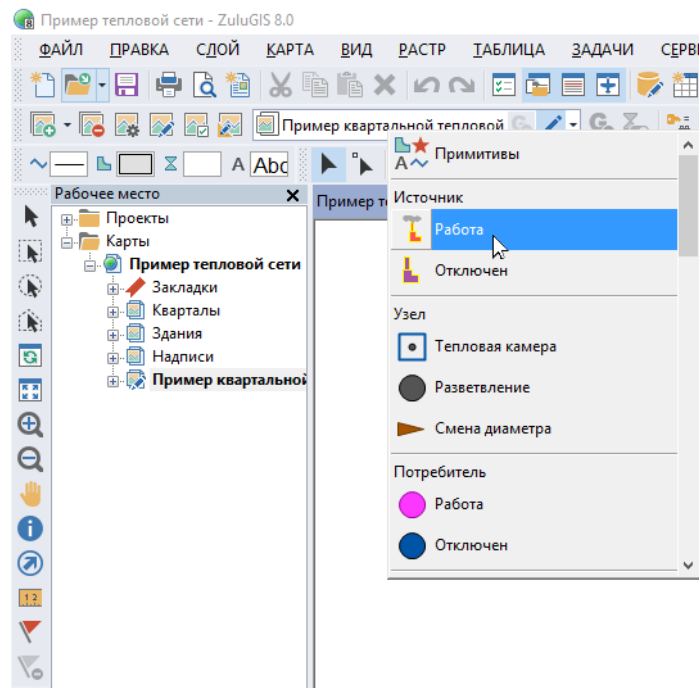

Рисунок 5.4. Выбор режима источника
2. Нажать кнопку выбор типа  и в выпадающем списке выбрать режим источника Работа (то есть включен), смотрите Рисунок 5.4, «Выбор режима источника».